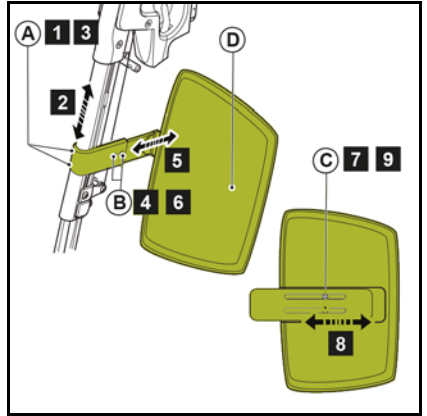

Figure 4.9
**Réglage de la hauteur, largeur et profondeur du maintien de mollet (fig. 4.9).**